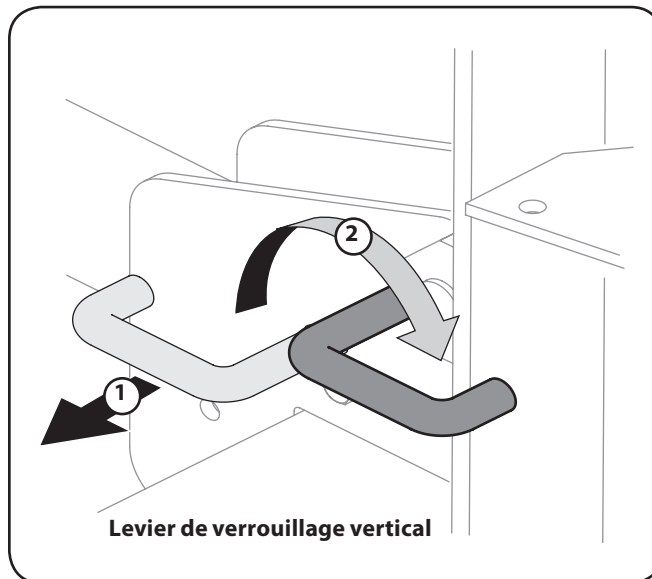

Figure 5-2
- b. Pour verrouiller la poutre en position verticale, tirez sur le levier de verrouillage vertical et tournez-le pour fixer la poutre. Voir Figure 5-2.